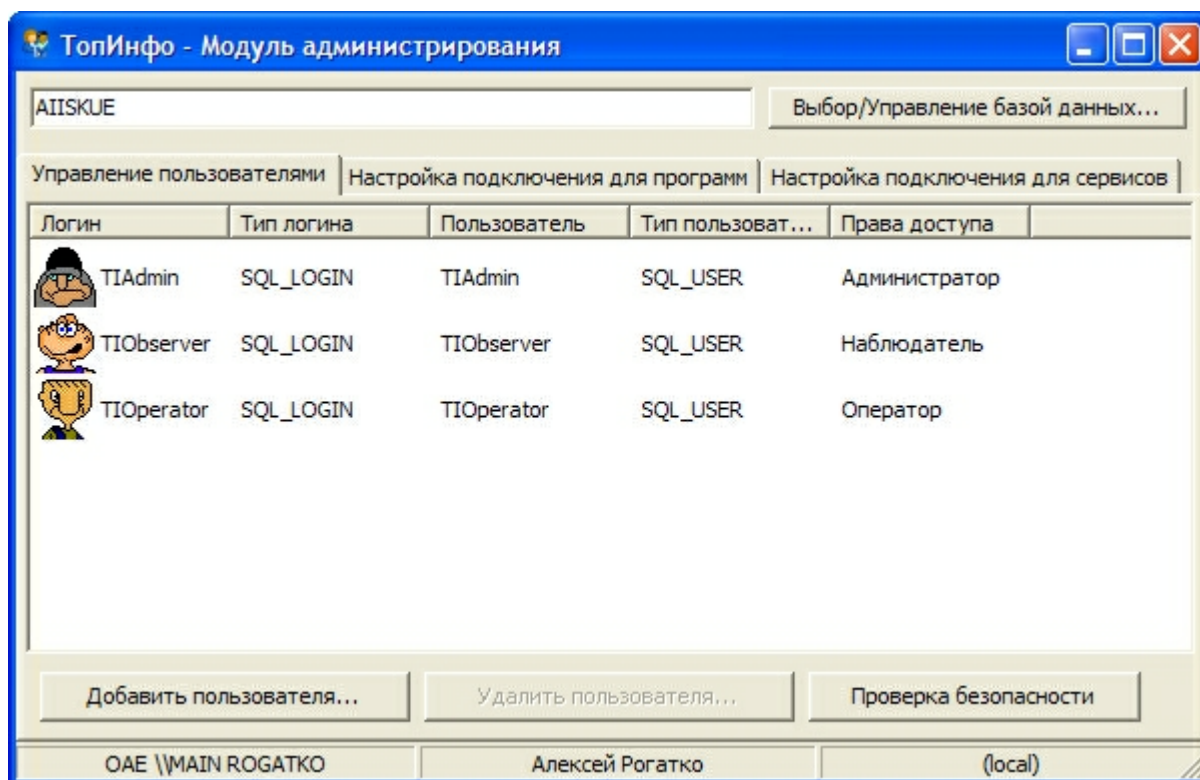
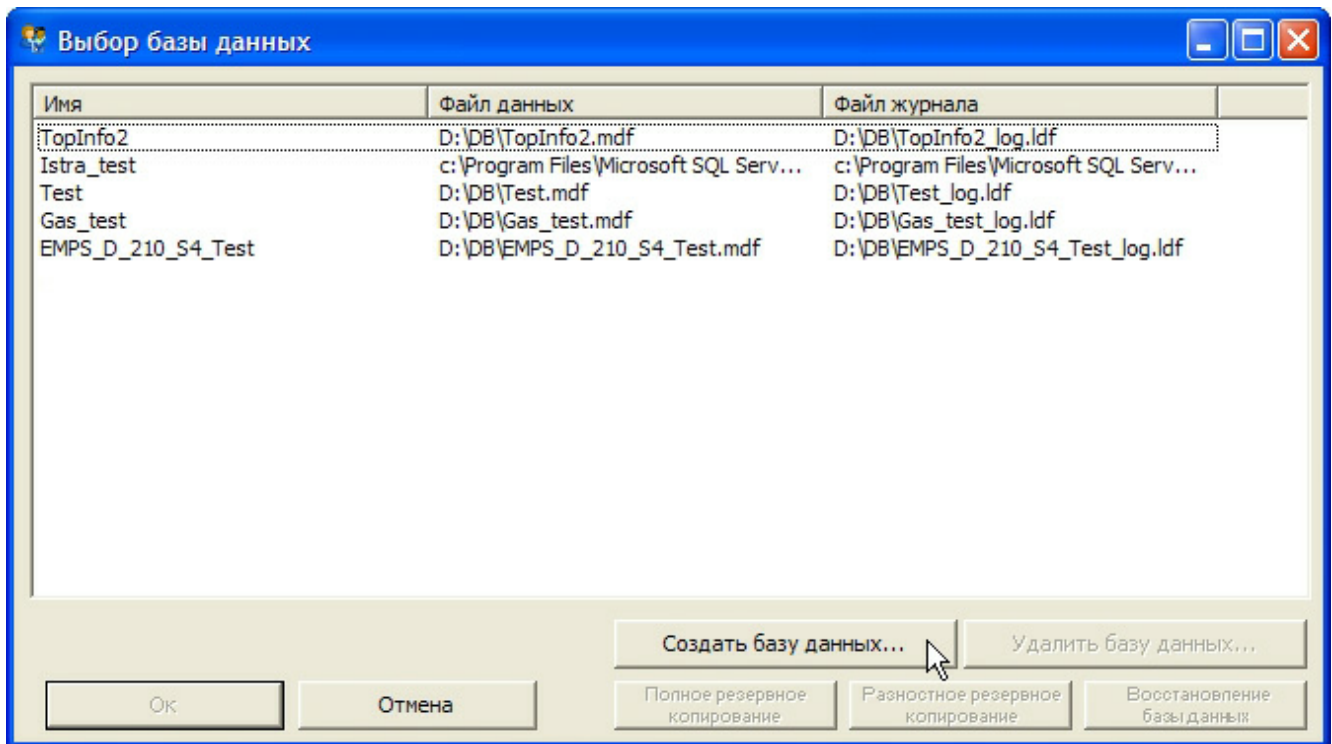
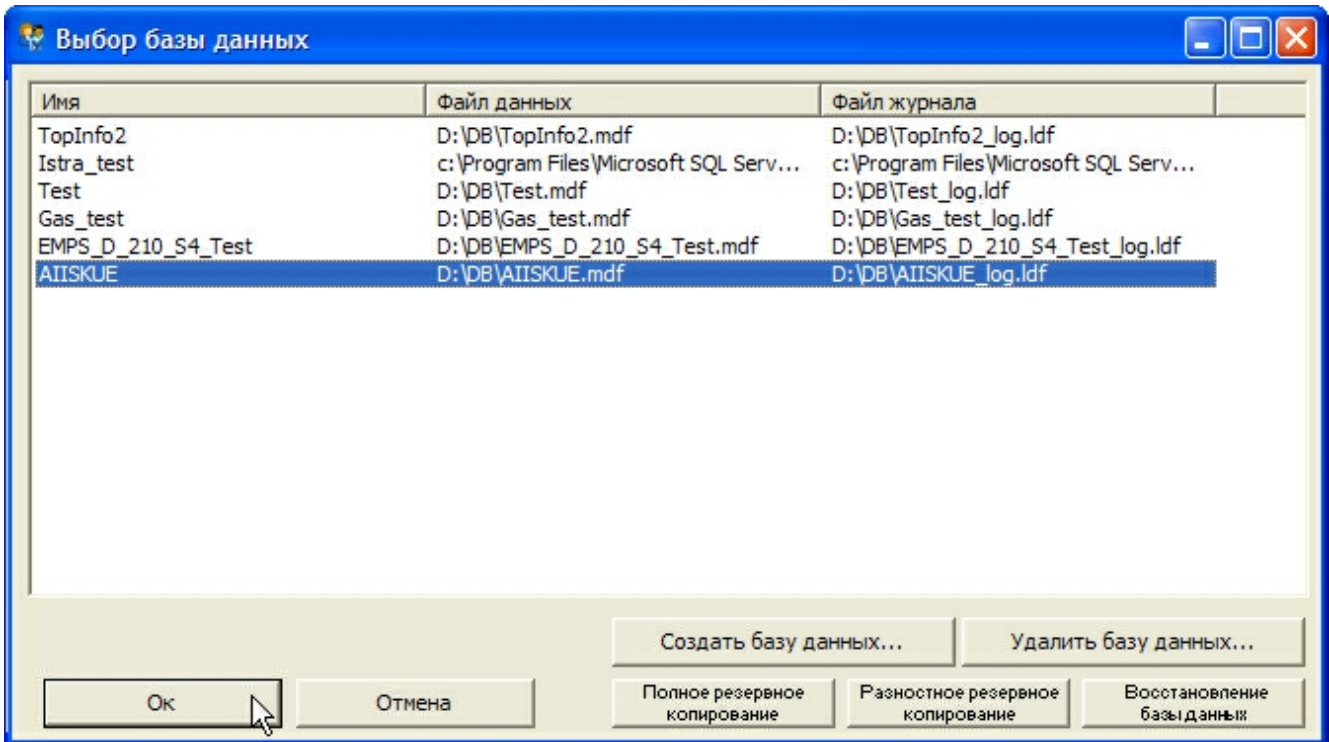
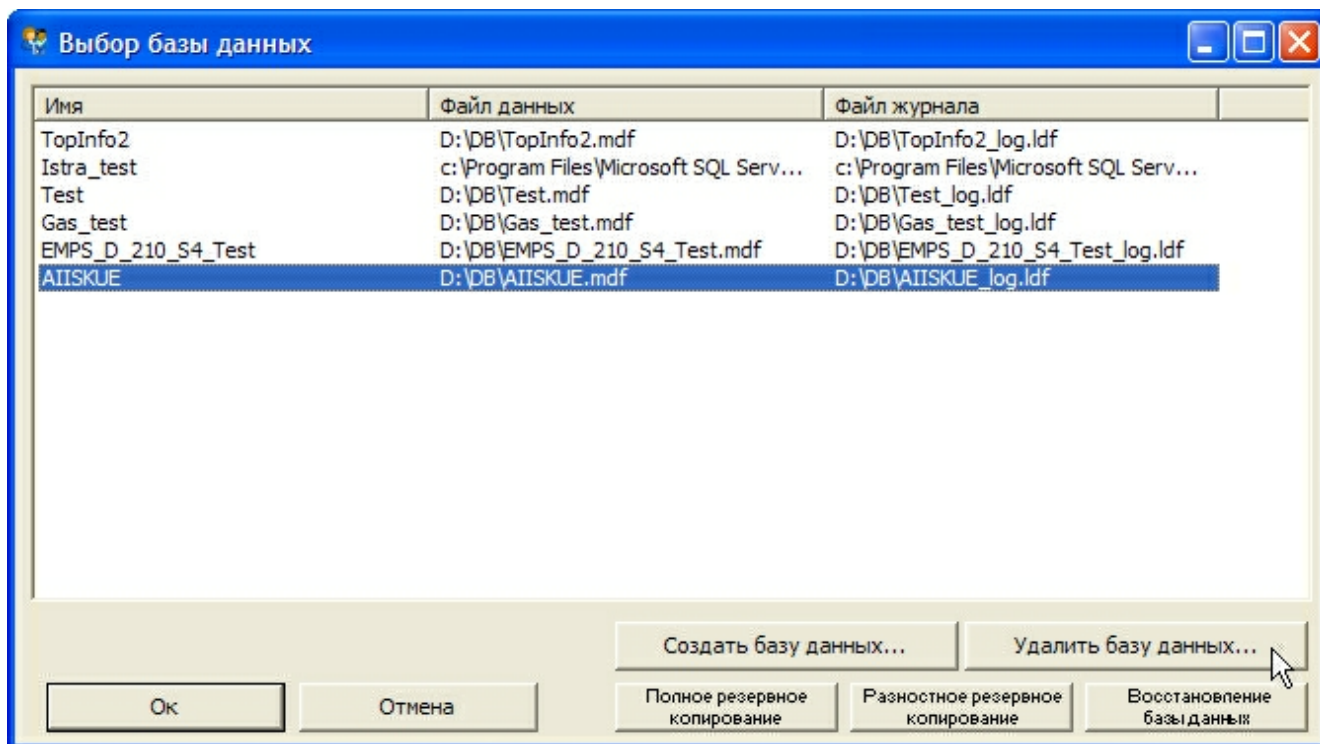

Рис. 4.9. Модуль администрирования
Рис. 4.10. Окно выбора базы данных
Рис. 4.14. Окно выбора базы данных
Рис. 4.17. Окно выбора базы данных
На экране появляется главная форма модуля администрирования (Рис. 4.9).
Для добавления новой базы данных в верхнем правом углу главной формы модуля администрирования нажать кнопку «**Выбор/Управление базой данных...**» (Рис. 4.9). В появившемся окне нажмите кнопку «**Создать базу данных...**» (Рис. 4.10).
В верхнем правом углу главной формы модуля администрирования нажмите кнопку «Выбор/Управление базой данных...» (Рис. 4.9). В появившемся окне выберите требуемую базу данных и нажмите кнопку «ОК» (Рис. 4.14).
Для удаления ненужной базы данных в верхнем правом углу главной формы модуля администрирования нажмите кнопку «**Выбор/Управление базой данных...**» (Рис. 4.9). В появившемся окне выберите требуемую базу данных и нажмите кнопку «**Удалить базу данных...**» (Рис. 4.17).
При необходимости добавления нового пользователя во вкладке «Управление пользователями» главной формы модуля администрирования нажмите кнопку «Добавить пользователя...» (Рис. 4.9).
- 1) В главном окне модуля (Рис. 4.9) выберите нужного пользователя.